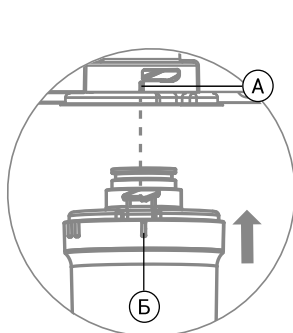

Рис. 4
3. Совместите метку «I» (А) на скобе фильтра и метку «I» (Б) на картридже (рис. 4).